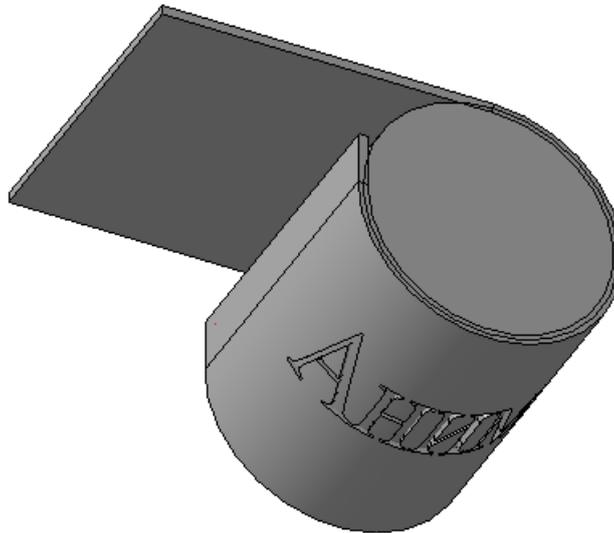

Рис. 14.16. Вид модели после выполнения операции выдавливания
- закончите построение. Вы получите модель, изображенную на рис. 14.16. Обратите внимание, что в дереве построения отображено наличие двух тел в модели. Это необходимо для выполнения Булевой операции вычитания тел.